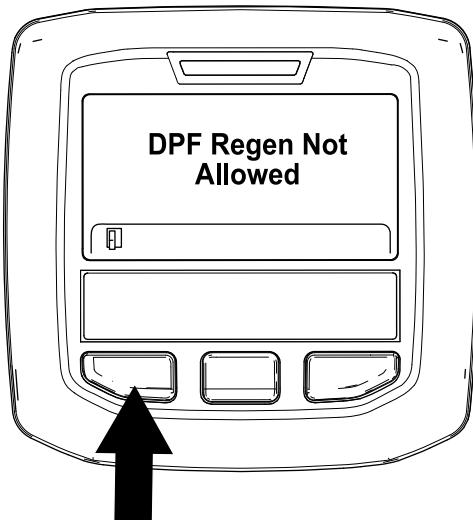

Figura 37
- Se il processo di rigenerazione non è consentito dal computer del motore, viene visualizzato il messaggio "Rigen. FAP non consentita" nell'InfoCenter (Figura 37). Premete il pulsante sinistro per uscire e tornare alla schermata Home.